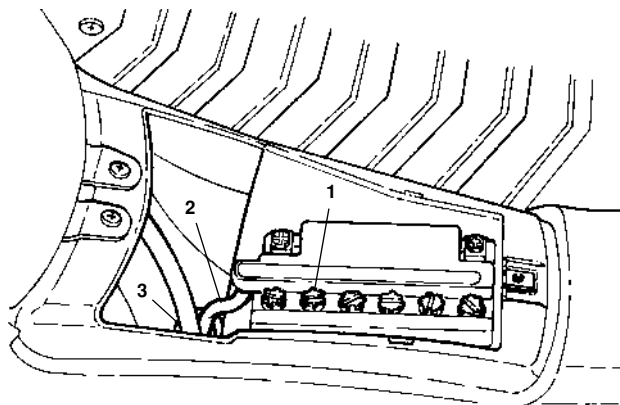

Fig. 35
- Para acceder a la batería, proceder a sacar la tapa del baulete situado en la parte central del vehículo (Fig. 35). Para efectuar la operación de control del nivel electrolítico, es necesario extraer la batería de su alojamiento.
- Si el nivel resulta inferior al límite mínimo, desenroscar el tapon (1 - Fig. 35) y añadir agua destilada.
- En la reposición de la batería, verificar que el tubo de respiración (2 - Fig. 35) este empalmado a la batería y que no presente pliegos, rozaduras o obstrucciones.
- Pour avoir accès à la batterie, il est nécessaire d'enlever le couvercle de coffre qui se situe sur la partie centrale du véhicule, sur le plancher (Fig. 35). Pour effectuer l'opération de contrôle du niveau de l'électrolyte, il est nécessaire d'enlever la batterie de son logement.
- En cas de niveau inférieur, dévisser les bouchons (1- Fig. 35) et rajouter de l'eau distillée.
- Lors du repositionnement de la batterie, vérifier que le tube reniflard (2- Fig. 35) est relié à la batterie et qu'il ne présente pas de plis, et ni d'obturation.